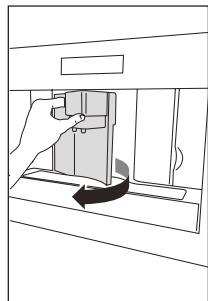

Fig. 23
- Deschideți ușa de serviciu (Fig. 23).